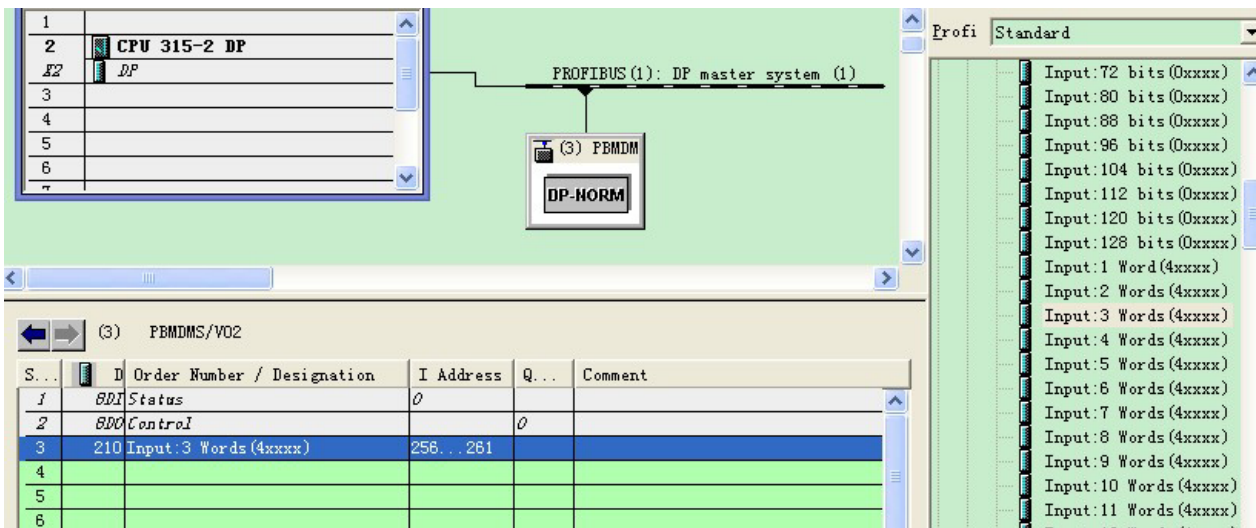

图 1-4：从 Modbus 传递模拟量到 Profibus 的配置
**从 Modbus 传递模拟量到 Profibus 的配置** 此种类型为 Profibus 想要获得 Modbus 模拟量数据，可以选择图 1-4 所示“Input: 3 Words (4xxxx)”，这里传递 3 个 Words，实际使用的时候根据自身需要传递的数据量进行选择。您可以选择使用 Modbus 06 号功能码或者是 10H 号功能码，将数据写入到上面配置的模块中，默认 Modbus 地址为 1，4 区寄存器起始地址为 0。此例中相对应的 Profibus 寄存器地址为 IB256-IB261。